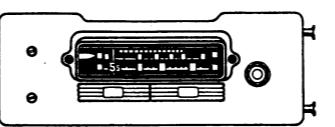

Fig. 46
4. Die in Fig. 46 gezeigten Schrauben und die Sechskantschraube auf der rechten Gewindegussplatte entfernen.
4. Remove the screws and hex. nut shown in Fig. 46. from the RH shaft.